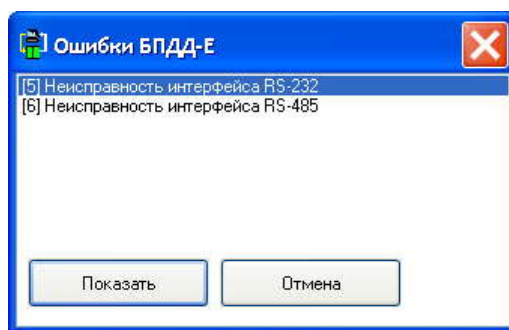

Рисунок 71 – Окно "Ошибки БПДД-Е"
- 1.9. Для просмотра на плате элементов, которые могут быть причиной неисправности БПДД-Е, выявленной во время теста, нужно выбрать пункт меню **Показать | Ошибки БПДД-Е на плате**. Появится окно ошибки БПДД-Е (рисунок 71) в котором следует выбрать название неисправности для просмотра и нажать кнопку **Показать** для отображения платы с указанной неисправностью, либо нажать **Отмена** для закрытия окна **Ошибки БПДД-Е**. Пример окна отображающего неисправности на плате представлен на рисунке 72.
- 1.10. Для просмотра на электрической принципиальной схеме участков, в которых может быть причина неисправности БПДД-Е, нужно выбрать пункт меню **Показать | Ошибки БПДД-Е на схеме**. Появится окно ошибки БПДД-Е (рисунок 71) в котором следует выбрать название неисправности для просмотра и нажать кнопку **Показать** для отображения схемы с указанной неисправностью, либо нажать **Отмена** для закрытия окна **Ошибки БПДД-Е**. Пример окна отображающего неисправности на схеме представлен на рисунке 73.